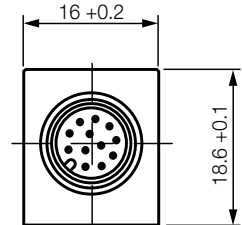
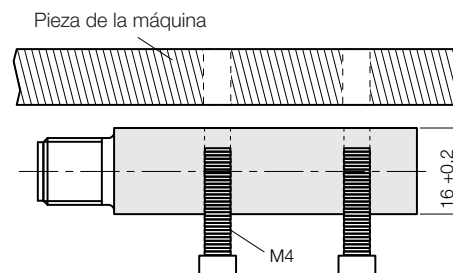
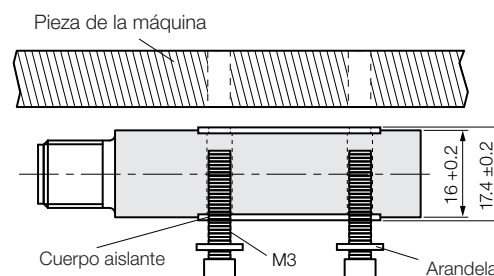

Fig. 3-1: BML SGA-..., estructura
Fig. 4-4: Montaje de la cabeza de sensor (sin cuerpo aislante)
Fig. 4-5: Montaje de la cabeza de sensor con cuerpo aislante
3. Teniendo en cuenta las distancias y las tolerancias (véase el capítulo 4.3.3 en la página 11 y el capítulo 4.3.4 en la página 12) fije la cabeza de sensor con su lado derecho o izquierdo a la pieza de la máquina (véase Fig. 3-1 en la página 7 y Fig. 4-4 o bien Fig. 4-5).